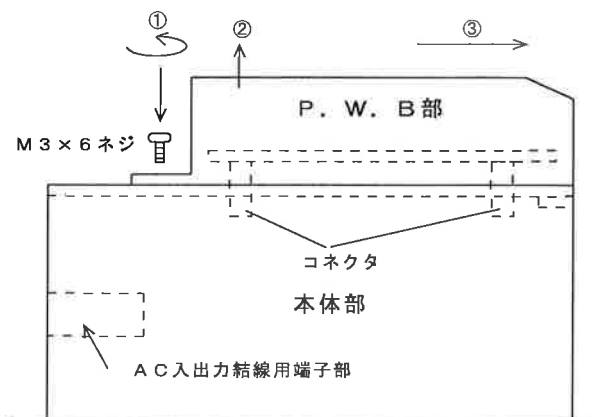

図1 取り外し手順参考図
1. ①のネジ（2本）を外します。
2. ②のようにP.W.B部手前を少し上げ③方向に押してください。（図1参照）本体部とP.W.B部が分離されます。